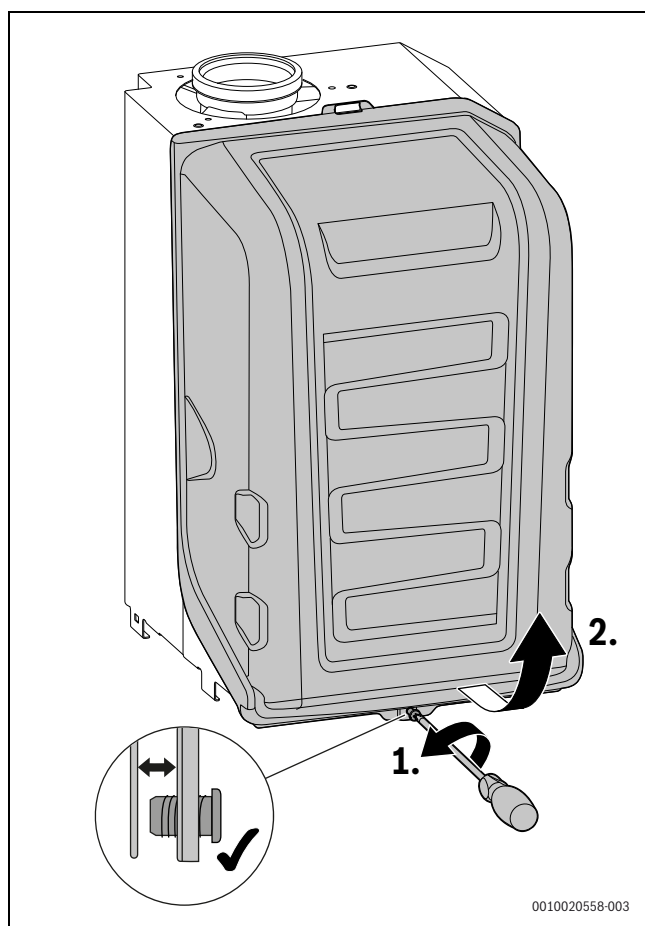

Fig. 110 Scoaterea ajutorului de arzător
- ▶ Scoateți ajutorul de arzător (→ Fig. 110, pagina 64).